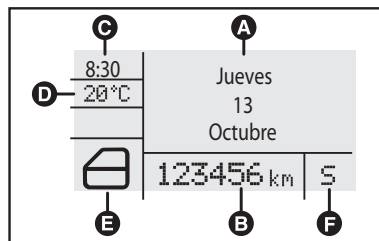

fig. 49
DISPLAY MULTIFUNCIONAL RECONFIGURABLE (Donde esté previsto) - fig. 49
- Colocar la llave de contacto en la posición **MAR**. El display exhibe la indicación de fecha **fig. 49**.